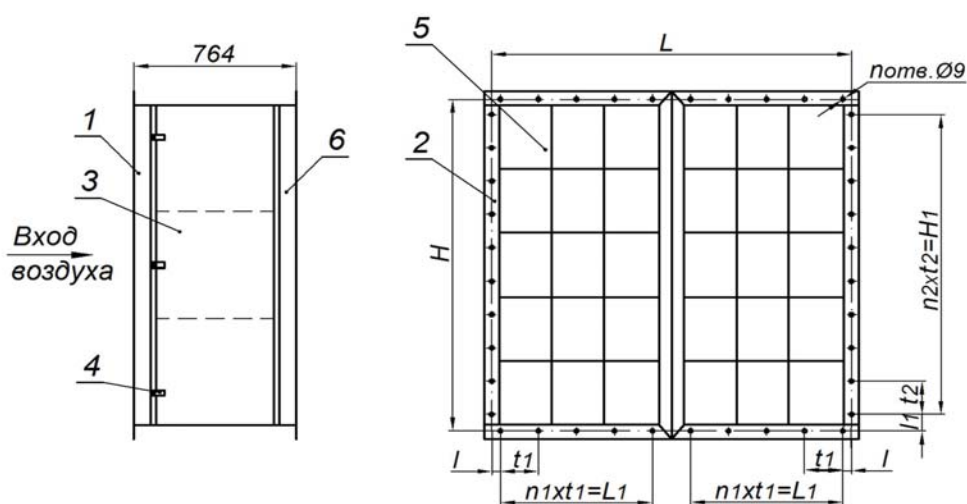

Рис. 2 Схема секции карманного фильтра SKF 2/6x5; 2/6x6
Секция воздушных фильтров SSF-B3-2/6x5 (см. рис.2) оснащена 8 штуцерами (6), по четыре с каждой стороны, для контроля сопротивления в каждой половине секции (SSF-V... 2/3x5) с помощью шести дифманометров. На практике достаточно вести контроль только в одной половине, т.к. при равномерном распределении воздуха на входе запыление фильтров (увеличение сопротивления) происходит равномерно в обеих половинах.
Внутри корпуса ярусами размещаются карманные фильтры, которые вдвигаются в корпус по направляющим, размещенным сверху и снизу каждого яруса. Уплотнение рамок карманных фильтров в направляющих корпуса осуществляется за счет их поджатия к резиновому уплотнению, наклеенному на одной из сторон направляющих. В одном ярусе уплотнение фильтров между собой и стенкой SKF осуществляется с помощью резиновых уплотнений, наклеенных на вертикальные торцевые поверхности рамок FYK, FYS-K. В обозначение фильтров FYK, FYS-K для снаряжения SKF добавляется индекс "У", обозначающий наличие указанных уплотнений. Секция имеет два штуцера (6) для подключения приборов, измеряющих сопротивление фильтров, например, дифференциального манометра типа DPG-600. На рис. 2 показана секция карманного фильтра SKF 2/6x5, состоящая из 2-х секций SKF 2/3x5, соединяемых вместе при монтаже. Обслуживание секции (замена фильтров) в этом случае осуществляется через двери, расположенные с обеих сторон.